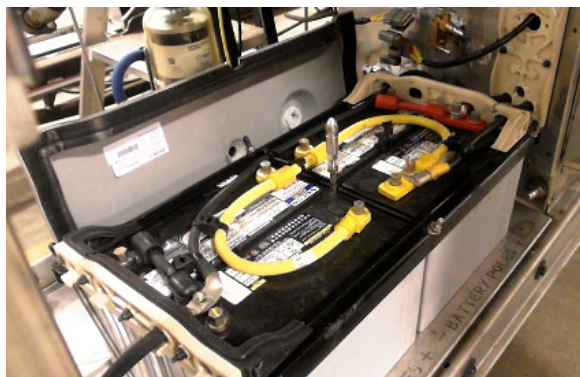

FIGURE 42: BATTERIES AVEC COUVERCLE RETIRÉ
1. Retirer le couvercle du groupe de batteries et positionner derrière les batteries (FIGURE 42).